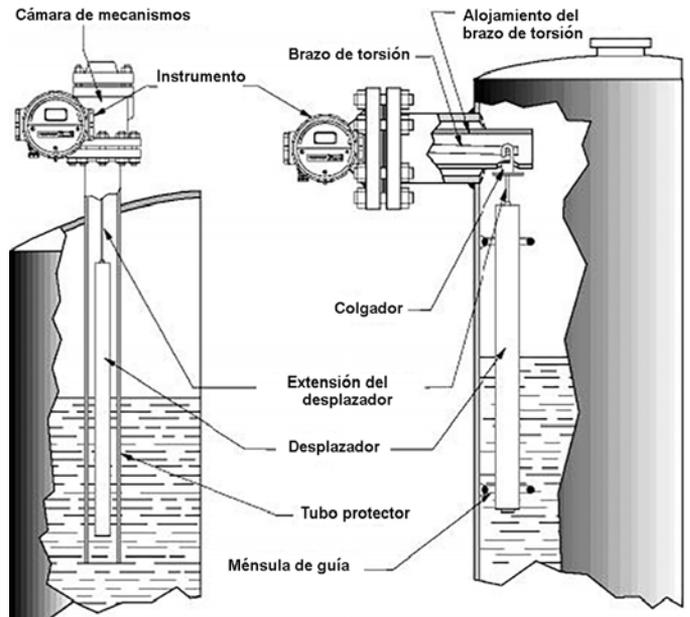

Figura 5
a. Transmisor con montaje superior con brida Tipo 12403 (Figura 5)
4.2.2.2 Tubo protector para el tipo 12403 (Figura 5)